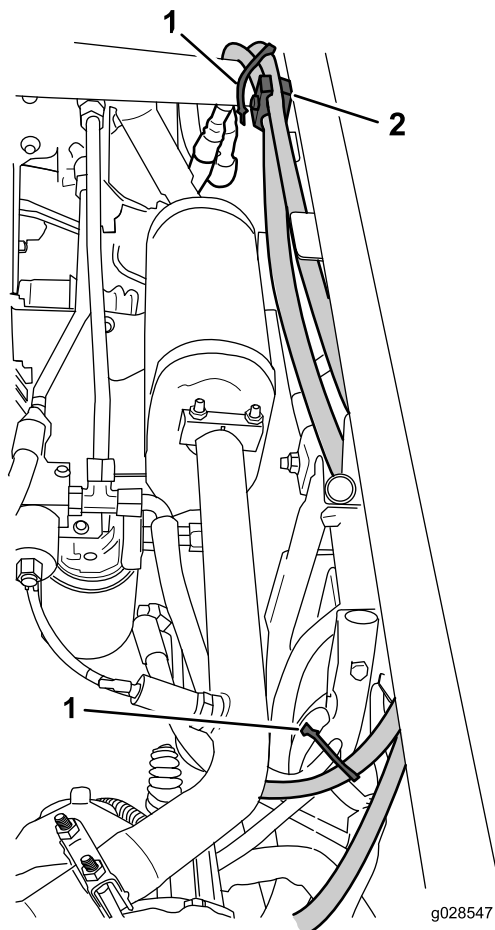

Рисунок 10
2. Соедините вилочную часть быстроразъемного соединителя с розеточной частью гидравлического шланга от клапана подъема стрелы (рис. 10).
4. Закрепите шланги двумя кабельными стяжками, трубным зажимом и зажимным болтом в местах, показанных на Рисунок 10.